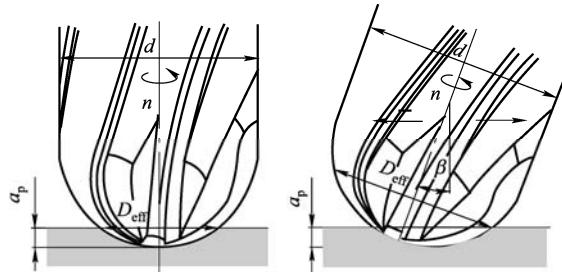

图 1-16 各种铣削方式下的铣刀直径
(1) 刀具直径和有效直径 高速铣削加工参数与刀具材料关系密切, 不同刀具牌号的铣削用量有一定的影响, 另外需要注意的是, 由于球头铣刀的实际参与切削部分的直径和加工方式有关, 在选择切削用量时要考虑刀具直径  $D$  和有效直径  $D_{\text{eff}}$  的关系, 如图 1-16 所示。